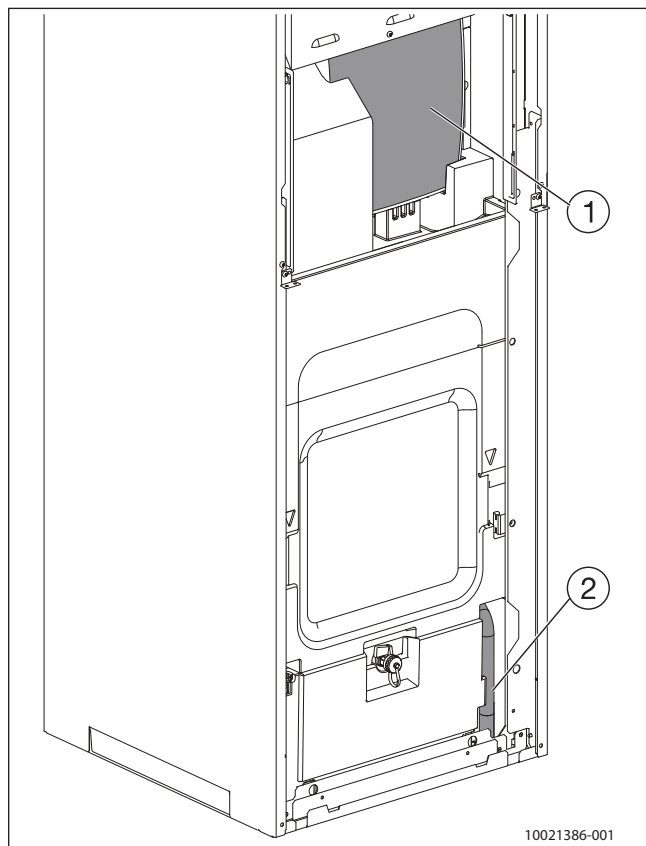

Bild 90 Vorderansicht Ablaufschlauch
- Ablaufschlauch und Sicherheitsventil an einen Ablauf anschließen (→ Bild 90 und 91).
- Ablaufschlauch (→ Bild 90, [2]) an einen frostgeschützten Ablauf oder direkt an einen Wandablauf anschließen.